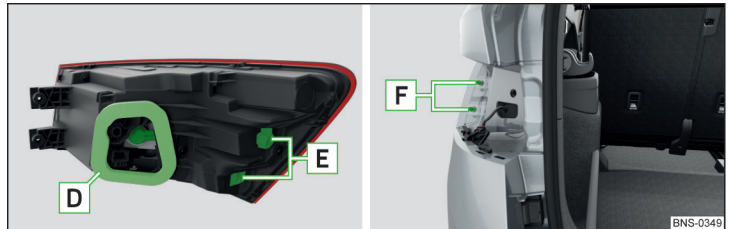

Fig. 375 Montați lampa
- › Introduceți lampa cu deschiderile **E** pe bolțurile **F** » fig. 375 din caroserie și presăți-o cu atenție » **!**.
- Aveți grijă ca la remontarea lămpii, cablajul să nu fie strivit între caroserie și lampă, iar garnitura **D** » fig. 375 să fie montată corect - în caz contrar există pericolul de pătrundere a apei și de deteriorare a instalației electrice.